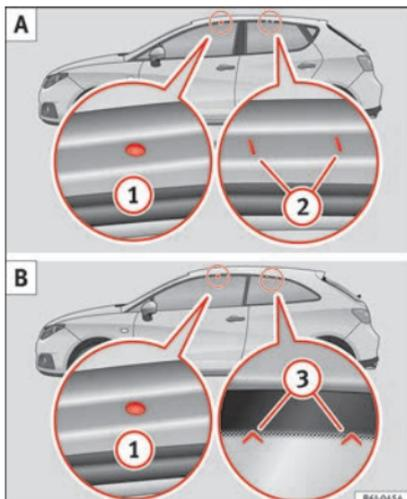

Fig. 123 Ibiza/Ibiza SC : points de fixation des barres longitudinales pour la galerie porte-bagages du toit.
Les points de fixation avant et arrière ① et ② peuvent uniquement se voir avec les portes ouvertes »» **fig. 123 A.**
Les points de fixation avant ① peuvent uniquement se voir avec les portes ouvertes ; les points de fixation arrière ③ sont marqués sur le bord supérieur de la vitre latérale avec des pointes de flèche »» **fig. 123 B.**